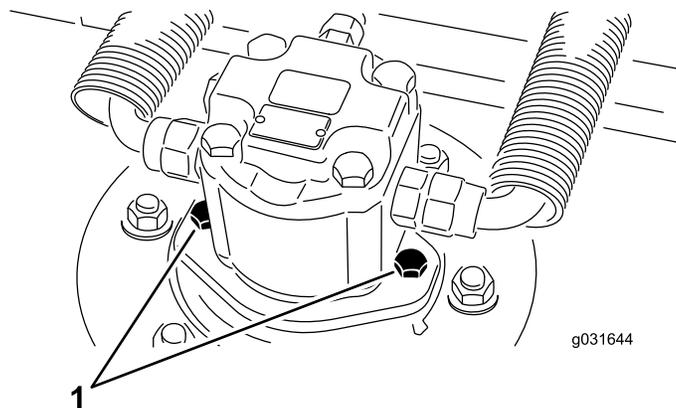

图 67
2. 卸下液压马达安装螺丝从滚刀组上断开并拆除液压马达 图 67。
4. 使用液压马达安装螺丝将液压马达安装到滚刀组上 图 67。